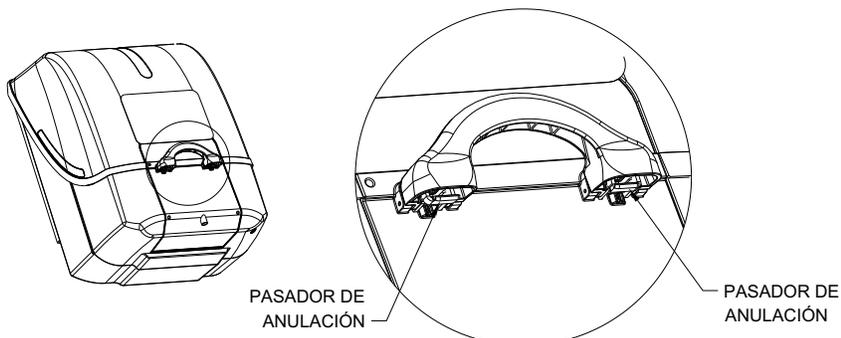

Figura 15
2. Abra el conjunto de bandeja utilizando el pasador de anulación para inspeccionar el conjunto de boquilla. Por debajo de la manija encontrará los pasadores de anulación (figura 15). Para que la bandeja pueda abrirse, ambos pasadores deben estar apretados. **Aviso:** El único modo de abrir el conjunto de bandeja sin romper la lengüeta de seguridad de rotura sencilla y activar el cartucho de fluido es con el pasador de anulación.